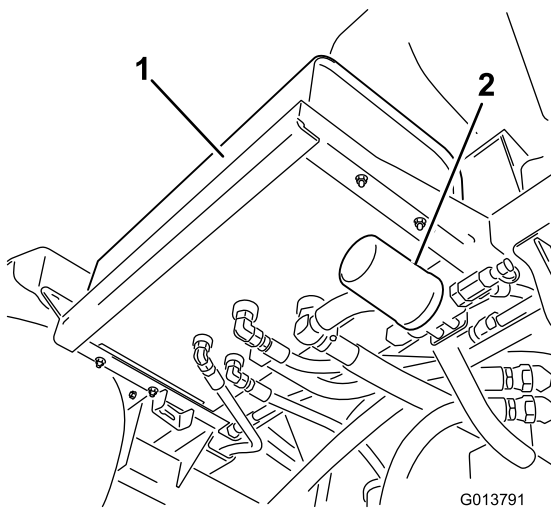
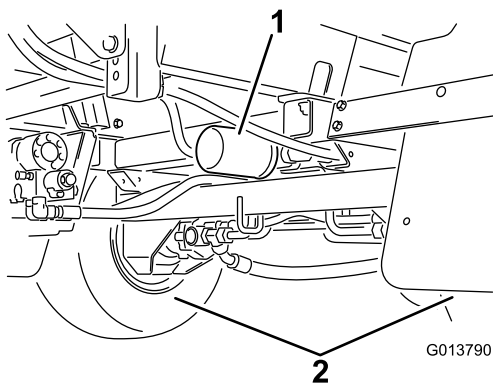

図 109
図 110
2. 車体についている2つの油圧フィルタを両方とも取り外す 図 109 と 図 110。